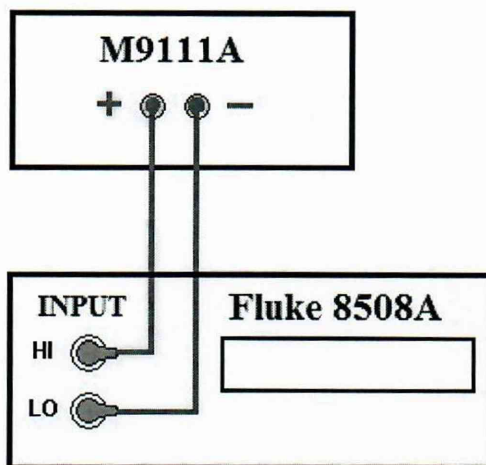

Рисунок 7 – Структурная схема соединения приборов для определения абсолютной погрешности воспроизведений и измерений напряжения постоянного тока
- разъемы поверяемого источника соединить при помощи измерительных проводов с соответствующими разъемами мультиметра (см. рисунок 7);